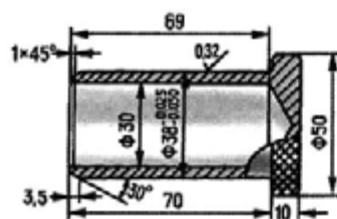

Рис. 4.1.38. Пробка-заглушка в удлинителе коробки передач
- установить пробку-заглушку (рис. 4.1.38) в отверстие удлинителя коробки передач;